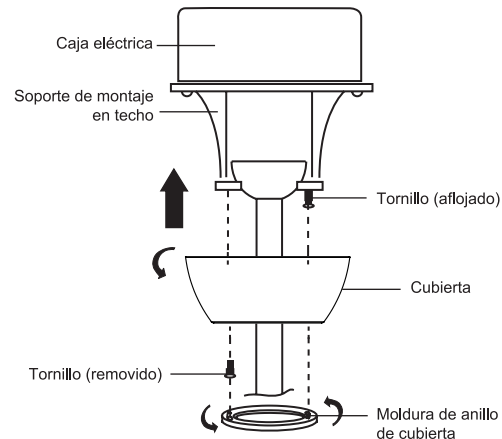

Fig. 13
Paso 2. Levanta con cuidado la cubierta hasta el soporte de montaje del techo y coloca la ranura de la cubierta sobre la cabeza del tornillo del soporte de montaje del techo. Gira la cubierta hasta que encaje en su sitio contra el tornillo en la sección estrecha de la ranura. **(Fig. 13)**
NOTA: Ajusta los tornillos según sea necesario hasta que la cubierta y la moldura de anillo de cubierta queden bien ajustados. **(Fig. 13)**